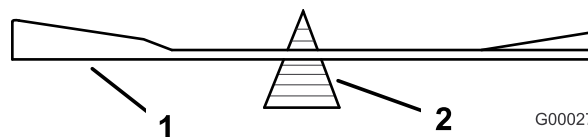
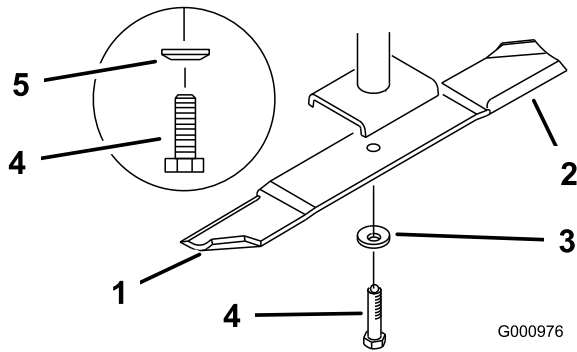

Figure 74
Figure 75
2. Retirez le boulon, la rondelle élastique et la lame de l'axe (Figure 75).
2. Vérifiez l'équilibre de la lame en la plaçant sur un équilibreur (Figure 74). Si la lame reste horizontale, elle est équilibrée et peut être utilisée. Si la lame est déséquilibrée, limez un peu l'extrémité de la partie incurvée seulement (Figure 75). Répétez la procédure jusqu'à ce que la lame soit équilibrée.
1. Placez la lame sur l'axe (Figure 75).
2. Installez la rondelle élastique et le boulon de la lame. Le cône de la rondelle élastique doit être dirigé vers la tête du boulon (Figure 75). Serrez le boulon à 115-150 Nm.